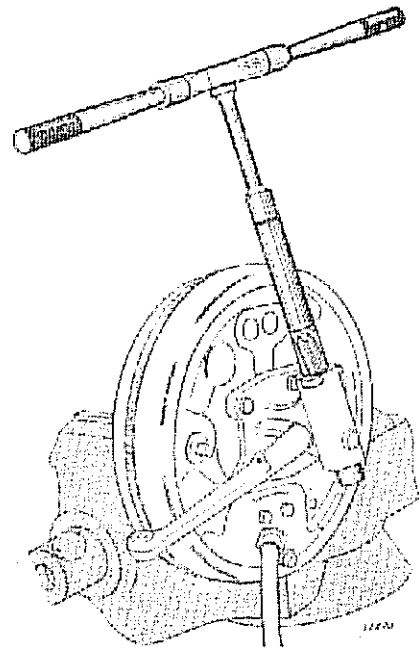

Fig. 275
3) Cuando se instalen bujes de perno de punta de ejes nuevos, será necesario escariarlos para obtener la correcta alineación de los diámetros interiores de los bujes y el correcto ajuste del "perno" soporte de punta de eje (Fig. 275).